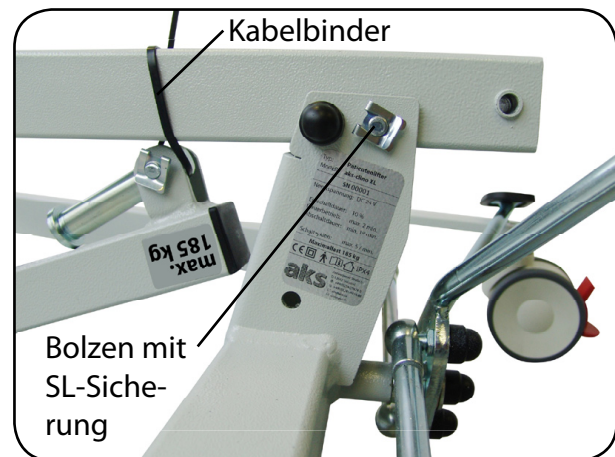

Abb. 6.1.04 - Standmastaufnahme
- Entfernen Sie die SL-Sicherung und danach den Bolzen aus der Bohrung zur Transportsicherung an der Standmastaufnahme (Abbildung 6.1.04). Ziehen Sie hierzu das gebogene Ende der Lasche etwas zurück (1) und schieben Sie die SL-Sicherung aus der Nut des Bolzens (2) heraus (Abbildung 6.1.05).